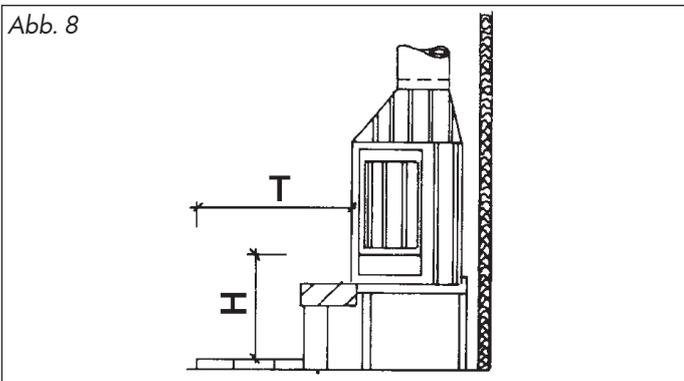

Abb. 9
1.15 Abb. 9 zeigt Ihnen die Abstände von Möbeln zur Kaminverkleidung, zum einen bei einer isolierten Kaminverkleidung und zum anderen bei einer nicht isolierten Kaminverkleidung.